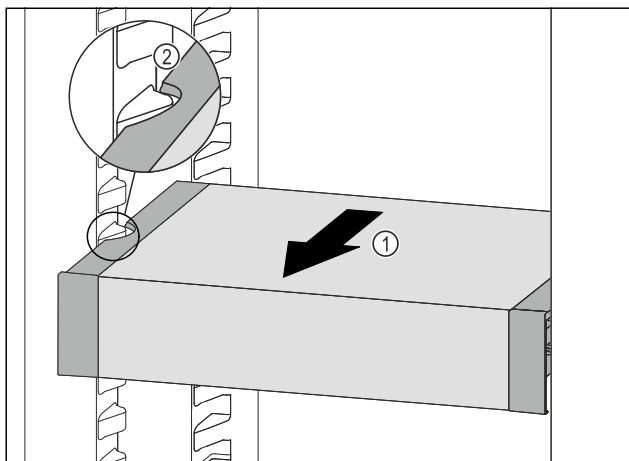

Fig. 63
- Táhněte VarioSafe dopředu Fig. 63 (1), dokud nebudou boční vybrání VarioSafe na úrovni žebrování na nádoby v chladničce. Fig. 63 (2)